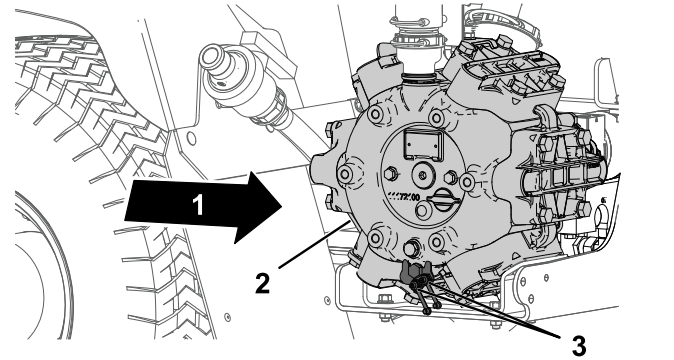

Figure 66
1. Essuyez les 2 graisseurs à distance pour les nettoyer (Figure 66).
2. Injectez de la graisse dans le graisseur à distance (Figure 66).